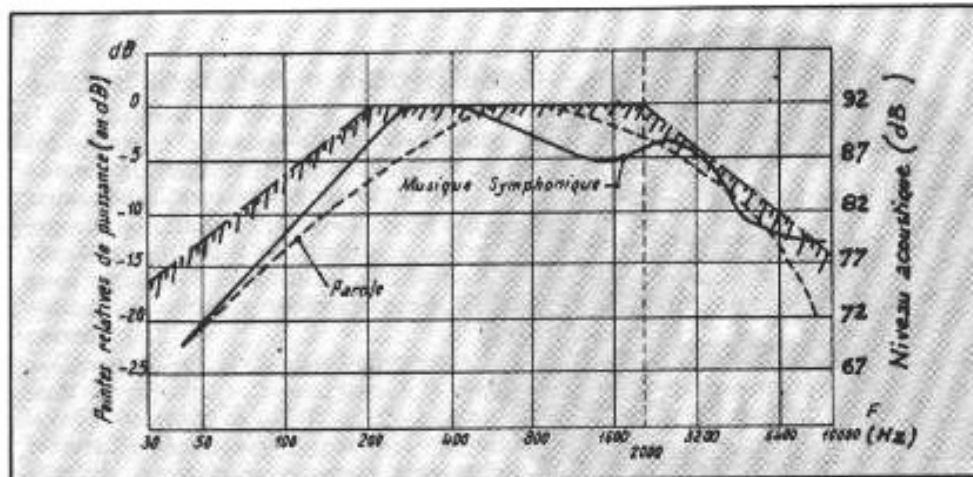

Fig. 1 : Pointes de puissance en fonction de la fréquence (d'après les données de Sivian Dun et White - SMPTE - Août 1938).
Confrontons le champ-objet (le podium) au champ image (le ruban stéréophonique frontal), les conditions de l'enregistrement à celles de la reproduction (1). Soit une source  $S$  placée sur le podium et entendue depuis le « fauteuil idéal » sous un angle  $\delta$  [cf. fig. 1]. « L'angle  $\varphi$  (stéréophonique, dans le champ image) doit être égal à l'angle  $\delta$  (dans le champ-objet origine) et proportionnel à l'angle  $\gamma$ , sous peine de distorsion frontale » écrit Carl Cœen. En d'autres termes, le rapprochement important des micros auprès de musiciens ne doit changer en rien l'azimut apparent des sources. La source  $S'$  sera entendue — par l'auditeur stéréophonique — sous le même angle qu'au concert, depuis le « fauteuil idéal ». En outre, quel que soit son emplacement sur le plateau, une source dite ponctuelle doit rester punctiforme sur le front stéréophonique « sous peine de distorsion de résolution ». En somme, il est question de **linéarité** et de **ponctualité** frontales, sans tassements, dédoublements, amorphoses, pertes de netteté.
Fig. 1 : Le dispositif dans son ensemble.  $S_0$  et  $S_D$ , localisation extrême des sources.  $S$  et  $S'$ , sources objet et image.  $\gamma$  angle d'incidence par rapport à l'axe du couple ;  $\theta$  angle d'ouverture du couple ;  $\varphi$  angle d'enregistrement couvert par les micros.  $\varphi$  angle d'incidence (image) ;  $\delta$  angle d'incidence (objet).
Bien que le niveau des sources sonores naturelles soit relativement faible dans la plage des basses fréquences si l'on se réfère à la figure 1, il faut convenir que **la haute-fidélité c'est aussi le respect des situations extrêmes**. D'où le choix de s'imposer des niveaux de restitution correspondant dans le grave au gabarit de la figure 1.